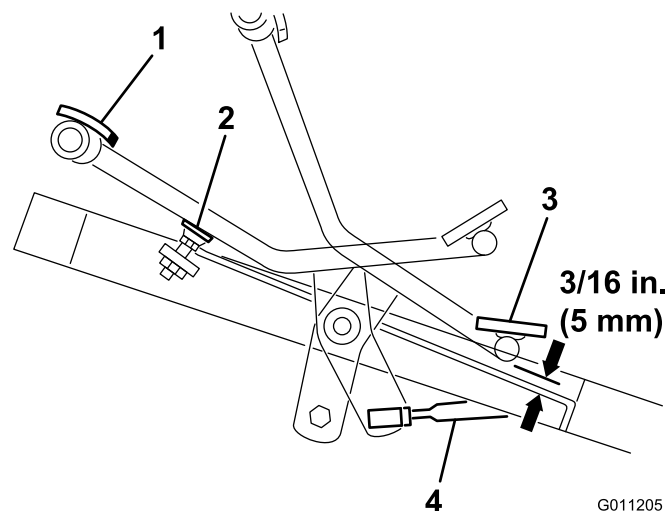

Figura 44
1. Empuje el pedal de tracción lo más posible hacia adelante hasta que el actuador de la válvula de la sección N° 5 esté completamente extendido. El pedal debe entrar en contacto con el tope (Figura 44).
2. Compruebe la distancia entre el extremo inferior del pedal y el reposapiés, según se muestra en Figura 44. La distancia debe ser de 5 mm aproximadamente. Si la distancia es mayor o menor que 5 mm, es necesario ajustar la varilla de control de tracción. Siga estos pasos:
- A. Retire la contratuerca y la articulación esférica que sujetan la varilla de control (Figura 44) al pivote del eje de tracción.